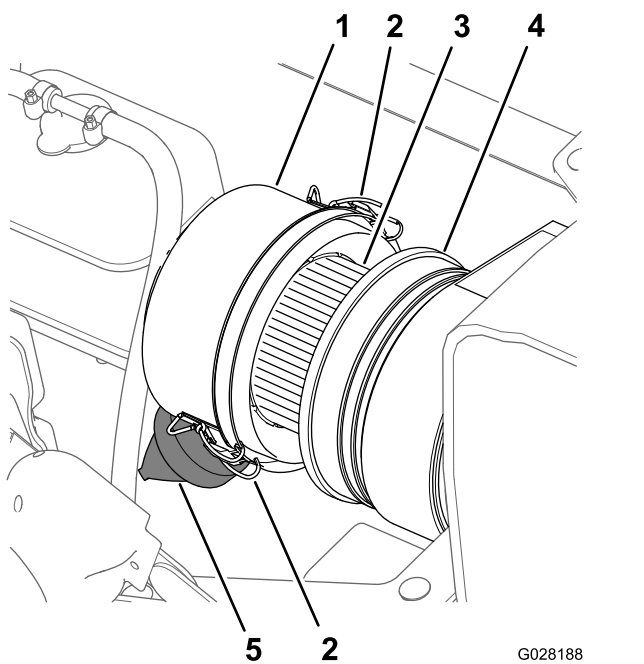
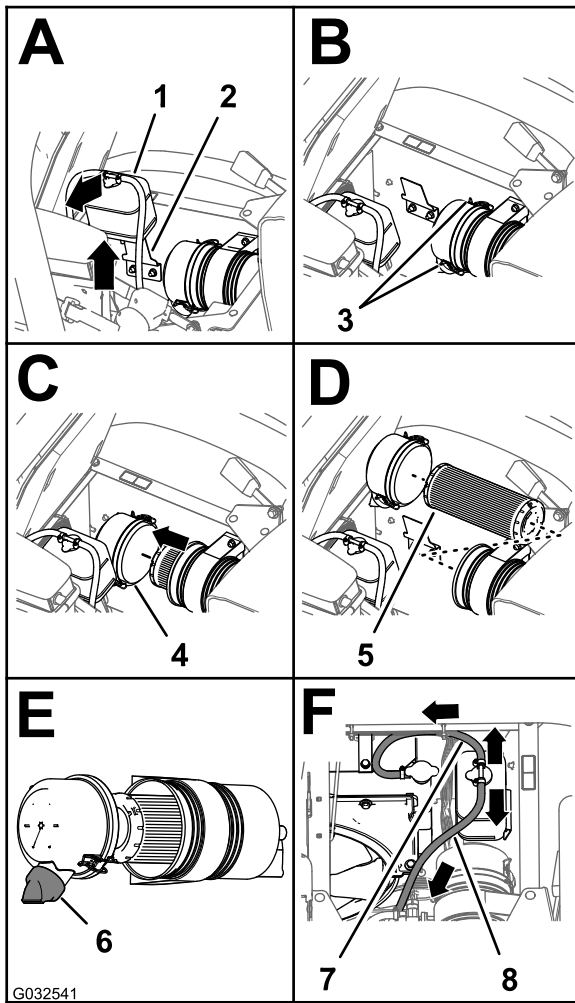

Figure 72
Figure 73
3. Nettoyez le capuchon antipoussière et le boîtier du filtre à air (Figure 72).
4. Recherchez sur le boîtier du filtre à air des dommages susceptibles d'occasionner des fuites d'air (Figure 72).
5. Pressez la valve à poussière pour éliminer les saletés, la poussière et les débris (Figure 72).
7. Vérifiez que l'élément du filtre à air ne présente pas de dépôts excessifs de poussière, saleté ou débris (Figure 72).
8. Reposez le capuchon antipoussière sur le boîtier du filtre à air et fixez-le en place avec les 2 attaches (Figure 72).
2. Nettoyez le capuchon antipoussière et le boîtier du filtre à air (Figure 72).
3. Soulevez le réservoir de trop-plein de liquide de refroidissement pour le déposer de son support (Figure 73).
- Desserrez les 2 attaches qui fixent le capuchon antipoussière sur le boîtier du filtre à air (Figure 73).
- Nettoyez l'intérieur du capuchon antipoussière, du boîtier du filtre à air et de la valve à poussière avec un chiffon humide (Figure 72 et Figure 73).
- Insérez l'élément filtrant dans le boîtier du filtre à air (Figure 73).
- Reposez le couvercle sur le boîtier du filtre à air et fixez-le en place avec les 2 attaches (Figure 73).
Remarque: Vérifiez que la valve à poussière est bien alignée entre les positions 5 et 7 heures vu de l'extrémité (Figure 73).
- Placez le réservoir de trop-plein du liquide de refroidissement en face de son support et fixez solidement le réservoir (Figure 73).
Important: Vérifiez que le flexible de décharge de pression est dirigé vers l'avant et le bas et que le flexible d'évent du réservoir est dirigé vers l'arrière, comme montré à la Figure 73.